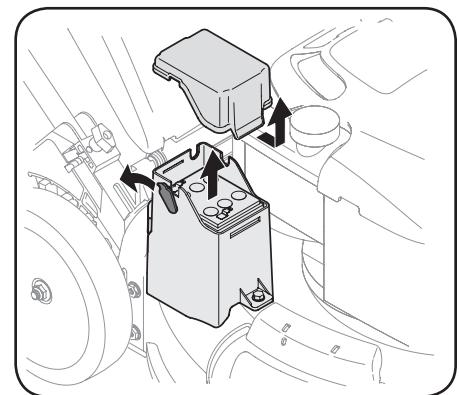

Figure 4-7
- Débranchez les fils positif et négatif de la batterie et soulevez la batterie pour la retirer. Voir la Figure 4-7.